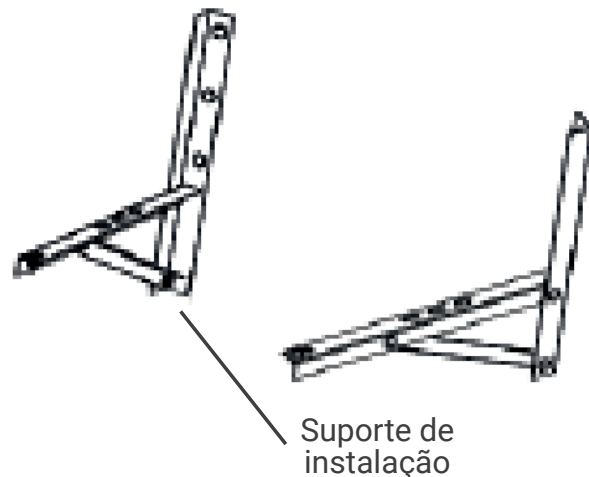

Fig.10
- Se forem necessários suportes de instalação para instalar a unidade externa, o usuário pode adquirir ossuportes de nossa empresa ou agentes (Fig. 10).